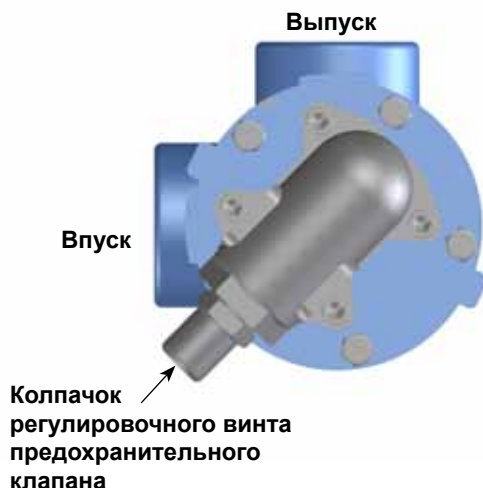

РИС. 2
4. Колпачки регулировочных винтов предохранительных клапанов всегда должны быть **всегда** направлены в сторону всасывающего входного канала насоса, см. **Рис. 2**. Если направление вращения изменено на противоположное, произведите демонтаж клапана и установите его на стороне другого канала насоса (см. Раздел «**Направление работы насоса**»).